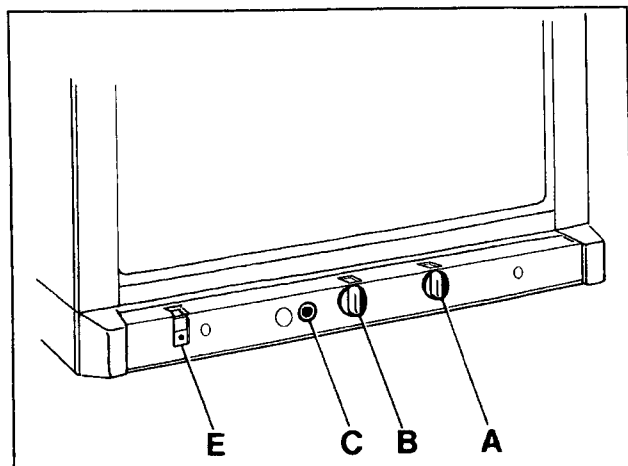

FIG. 1
Alla hänvisningar gäller till fig.1.
Alla hänvisningar gäller fig.1.
1. Sätt energiväljaren (A), fig.1, på 0.